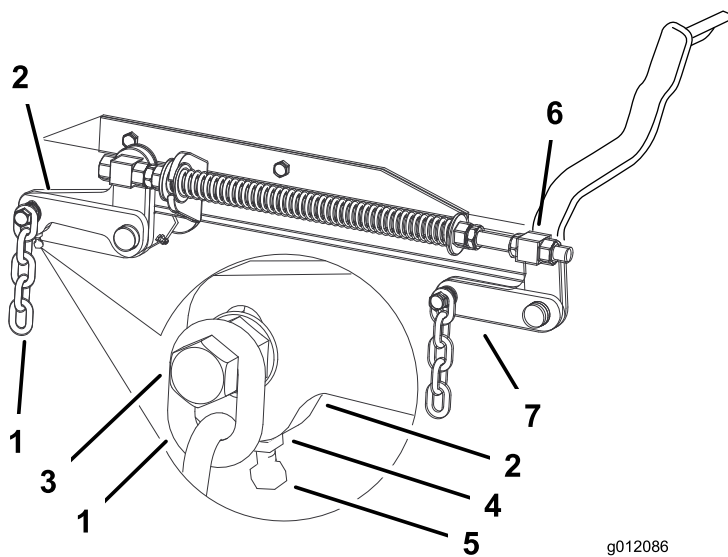

Figura 63
7. Si las medidas realizadas en las posiciones **B** o **C** no son correctas, afloje el perno que fija la cadena trasera al brazo de soporte trasero (Figura 63).
8. Afloje la contratuerca situada debajo del brazo de soporte trasero y ajuste el perno de ajuste hasta obtener una medida de 79 a 82 mm (3-1/8 to 3-1/4 pulg.) (Figura 63).
7. Afloje las contratuercas de pivote delantero, en la parte delantera de los pivotes derecho e izquierdo, aproximadamente 13 mm (1/2 pulg.) (Figura 63).
8. Ajuste las tuercas de elevación en el lado izquierdo y derecho de la máquina hasta obtener una distancia de 6 a 10 mm (1/4 a 3/8 pulg.) menos en la parte delantera en **A** que en la parte trasera, en **B** (Figura 63).